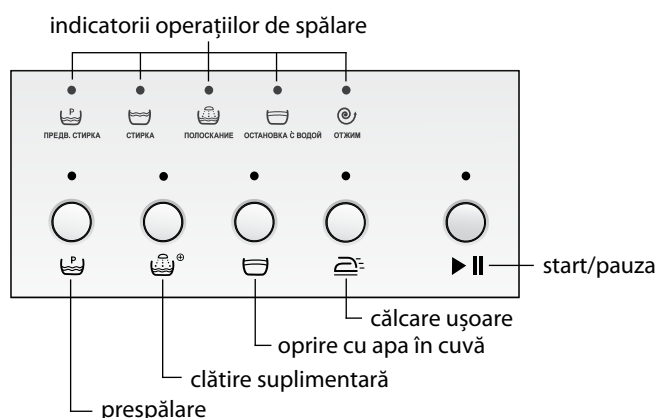

Figura 3 – Afșajul și butoanele de comandă
Fiecare buton are un indicator și este marcat cu simbol pe panoul de comandă, în conformitate cu Figura 3. Pentru a selecta funcția auxiliară dorită, apăsați butonul corespunzător.
1.4.1 Pentru a selecta funcția auxiliară, apăsați butonul corespunzător acestei funcții – se aprinde indicatorul în conformitate cu Figura 3. La apăsare repetată, indicatorul de lumină se stinge, funcția se anulează.